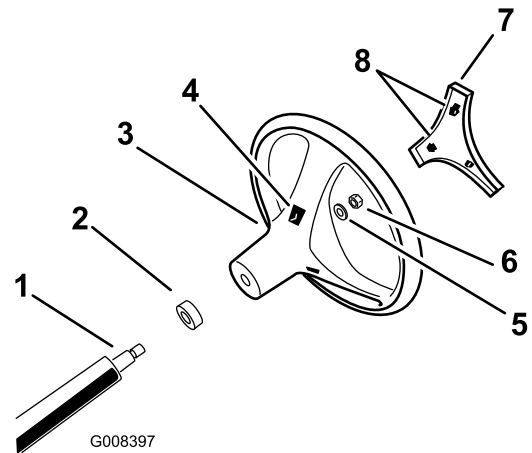

Figure 3
5. Placez les languettes du couvre-moyeu en face des fentes dans le volant et enclenchez le couvre-moyeu sur le moyeu du volant (Figure 3).
4. Fixez le volant sur l'arbre au moyen d'un contre-écrou serré à un couple de 24 à 29 N·m, comme montré à la Figure 3.